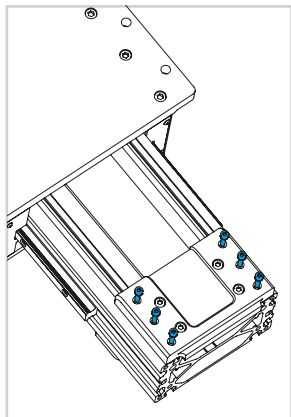
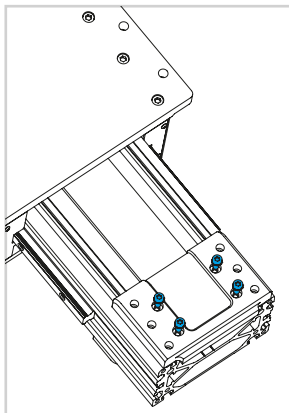
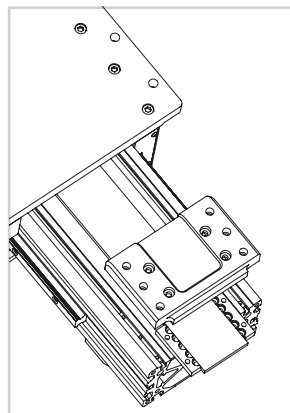

図 10
図 11
図 12
- 6) 下部ベルトクランププレートのネジをすべて外し、アクチュエータから離します (図 10、図 11、図 12 を参照)。